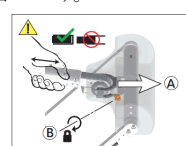

図 L4
- 10L ディストラクターマストを側臥位用テーブルアタッチメントに取り付ける（図 L4-A）。
- 11L 側臥位用テーブルアタッチメントのディストラクターロッキングノブを締める（図 L4-B）。